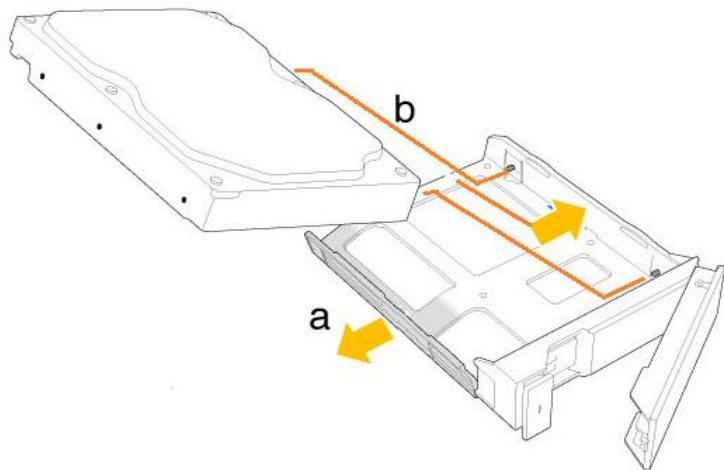

Рисунок 79 - Закрепите жесткий диск в лотке двумя штырьками
4.1) Чтобы установить жесткий диск в пустой лоток, осторожно отодвинуть левый край и закрепить жесткий диск двумя расположеными справа штырьками (см. Рисунок 79).